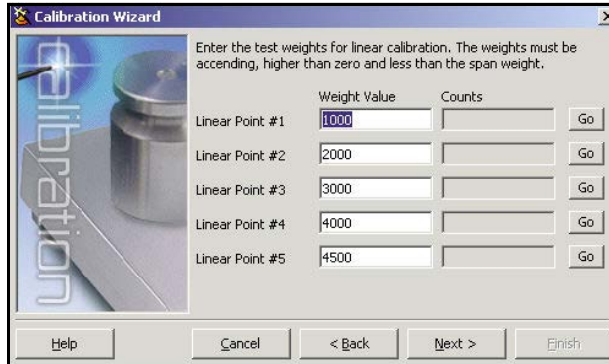

Figura 5-8. Pantalla de calibración lineal de iRev
- Al realizar una calibración lineal de múltiples puntos, puede entrar hasta cinco otros puntos de valores de pesas de calibración en la pantalla en Figura 5-8. Las pesas tienen que estar en orden ascendente y no deben incluir el cero o el peso de rango. Ingrese los valores de peso y seleccione **Go** para calibrar cada punto.